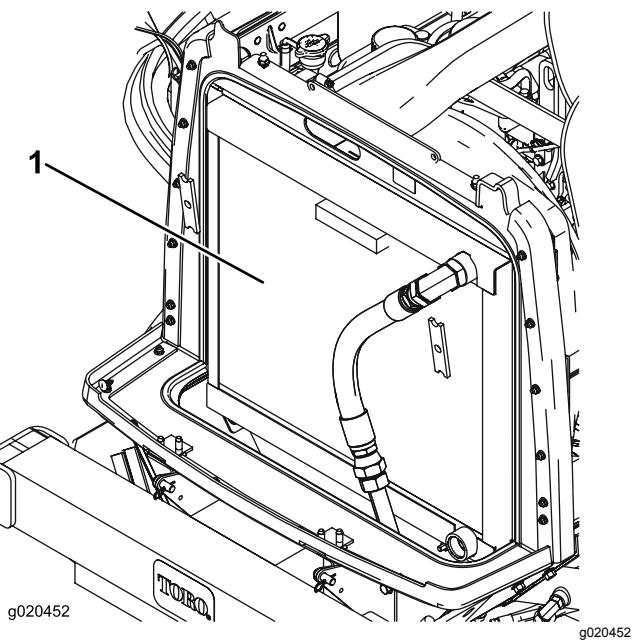

Bild 93
2. Reinigen Sie beide Seiten des Kühlers bzw. Ölkipper (Bild 93) gründlich mit Druckluft. Blasen Sie Rückstände von vorne nach hinten heraus. Reinigen Sie dann von hinten und blasen Sie nach vorne. Wiederholen Sie dies mehrmals, bis alle Rückstände entfernt sind.